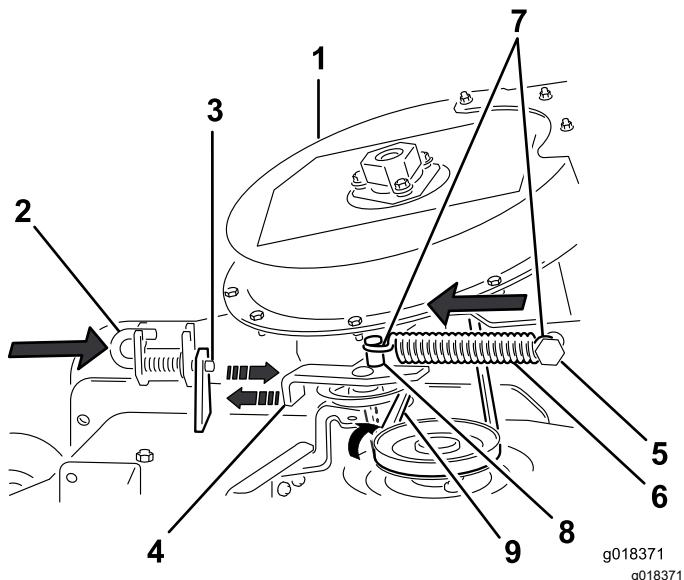

Figura 30
- Enrute la correa provisionalmente por debajo de la polea tensora (Figura 30).
3. Mueva el brazo tensor pivotante hacia el anclaje fijo del muelle e instale el muelle colocando el gancho del muelle en el anclaje del brazo tensor (Figura 30).
4. Aleje la polea tensora del anclaje fijo del muelle, y enrute la correa alrededor de la polea de la carcasa de corte (Figura 30).